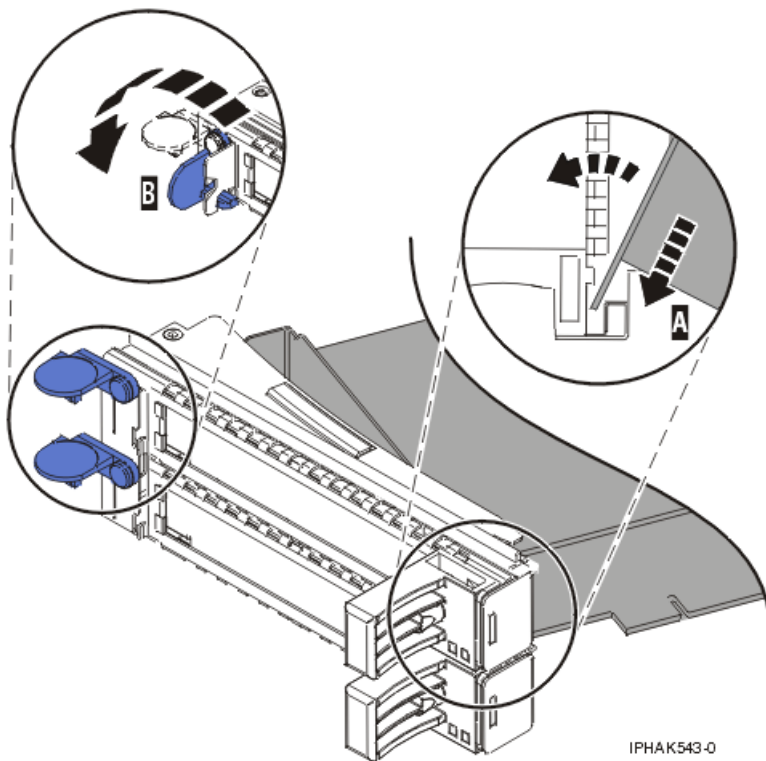
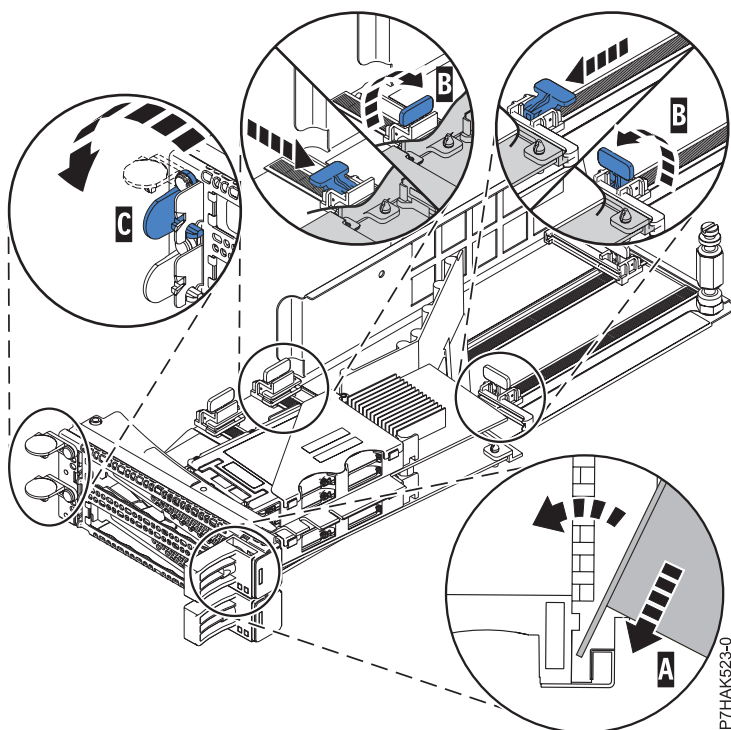

Abbildung 98. Adapter in PCI-Adapterkassette installieren
Abbildung 99. PCIe-RAID- und SSD-SAS-Adapter in der PCI-Adapterkassette installieren
- a. Setzen Sie bei geöffneter Position der Kassettenhalteklemme den Adapter fest in den Kassettenhaltekanal (A) ein. Wenn es sich um einen gewöhnlichen PCI-Adapter handelt, lesen Sie den Abschnitt Abb. 98 auf Seite 106. Bei PCIe-RAID- und SSD-SAS-Adaptoren müssen Sie die Informationen im Abschnitt Abb. 99 auf Seite 106 lesen.
- c. Schließen Sie die Kassettenhalteklemme (C).